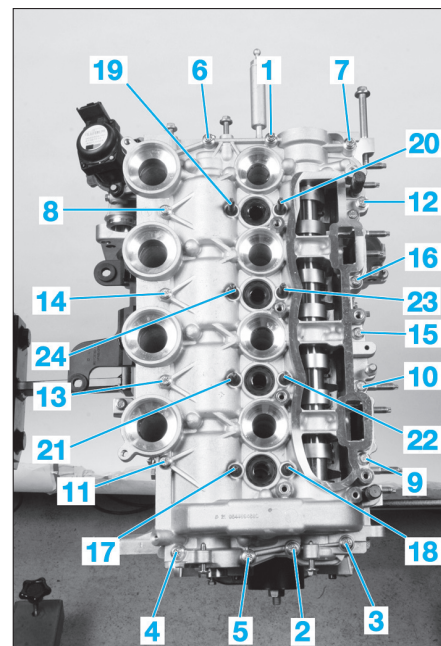

Fig. 73
- les vis de fixation du carter palier d'arbre à cames suivant l'ordre indiqué (Fig.73),